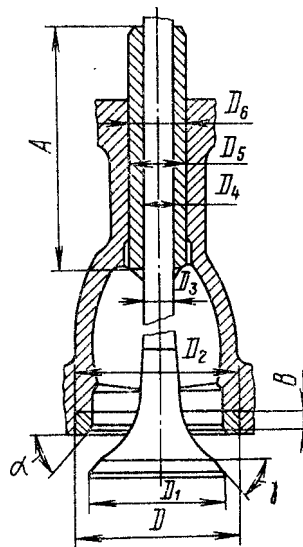

**Рис. 96. Расположение матового пояска на седле клапана:** I - поясок притертый; I - правильное; II - неправильное
- нанесите на фаску седла клапана тонкий равномерный слой пасты, смажьте стержень клапана моторным маслом. Притирку производите возвратно-вращательным движением клапана дрелью с присоской или приспособлением. Нажимая клапан, поверните его на 1/3 оборота, затем — на 1/4 оборота в обратном направлении. Не притирайте клапаны круговыми движениями. Притирку продолжайте до появления на фасках клапана и седла равномерного матового пояска шириной не менее 1,5 мм (рис. 96);
При правильной притирке матовый поясок на седле головки должен начинаться у большего основания конуса седла, как показано на рис. 96.